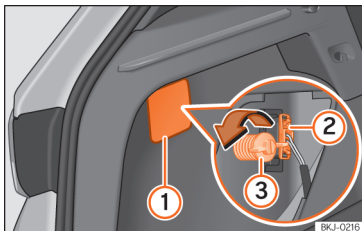
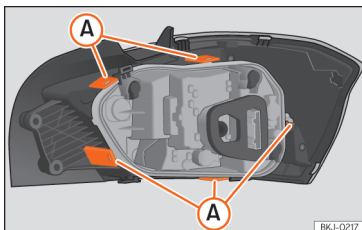

Fig. 162 Bagageira: acesso ao parafuso de fixação da unidade de luz traseira.
Fig. 163 Linguetas de fixação na parte posterior da unidade de luz traseira.
- Retire a tampa fazendo alavanca com o lado plano de uma chave de fendas no entalhe »» Fig. 162 ①.
- Retire o conector da lâmpada ②.
- Desenrosque com a mão ou com a ajuda de uma chave de fendas o parafuso de fixação do farolim ③.
- Desmonte o porta-lâmpadas desbloqueando as linguetas de fixação »» Fig. 163 A).